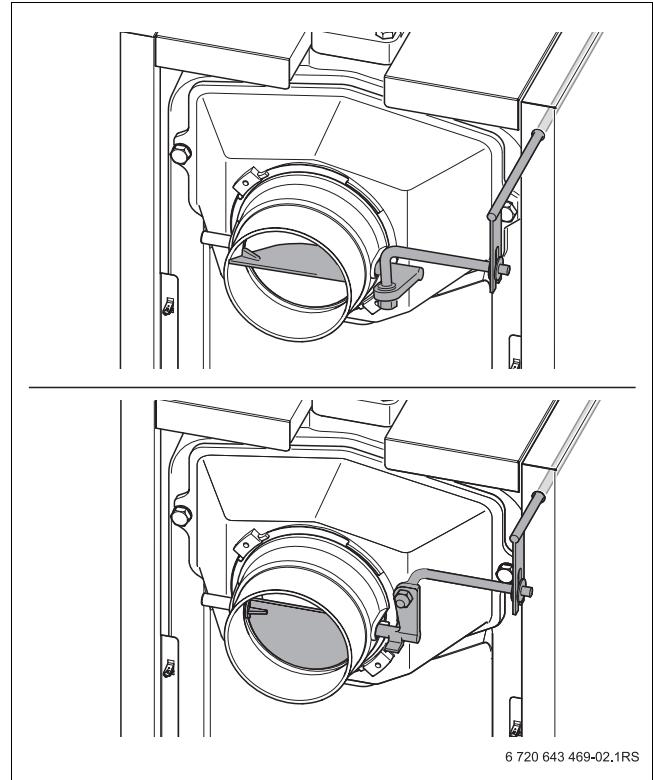

Рис. 8 Дымовая заслонка (вверху открыта; внизу закрыта)
- ▶ Чтобы предотвратить потери тепла в дымовой трубе, по возможности в зависимости от тяги прикройте дымовую заслонку (→ рис. 8, нижний).
- Если дымовые газы выходят плохо (недостаточная тяга), то снова откройте дымовую заслонку (→ рис. 8, верхний).
- ▶ Откройте дымовую заслонку для снижения выхода дыма в помещение при загрузке топлива (→ рис. 8, верхний).
- ▶ Закройте загрузочную дверцу [1] и дымовую заслонку (→ рис. 8, стр. 9).